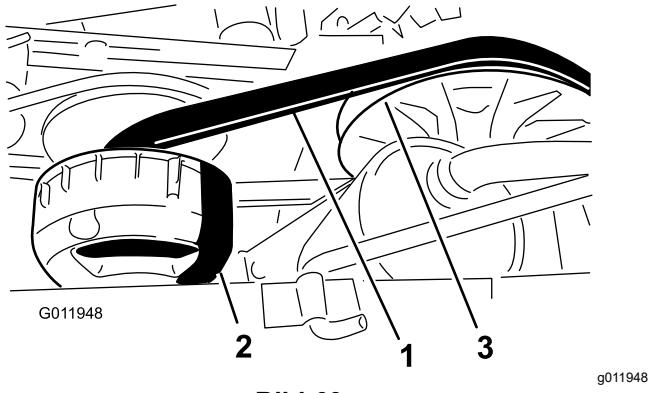

Bild 69
4. Drehen und prüfen Sie den Riemen (Bild 69) auf überdurchschnittliche Abnutzung oder Beschädigung.
3. Drehen Sie den Riemen und verlegen ihn über die sekundäre Kupplung (Bild 69).
4. Nehmen Sie den Riemen von der primären Kupplung (Bild 69).
5. Flüchten Sie den neuen Riemen über der primären Kupplung aus (Bild 69).
6. Drehen Sie den Riemen und verlegen ihn über die sekundäre Kupplung (Bild 69).